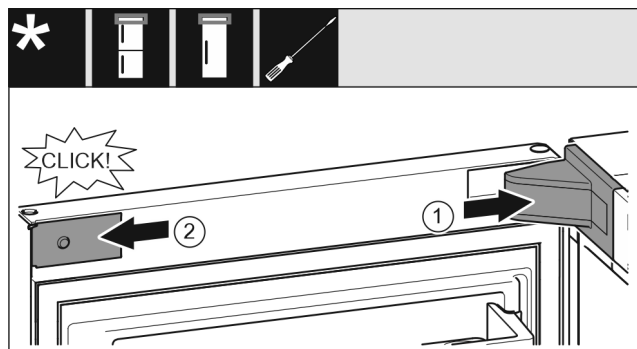

Fig. 24
- ▶ Vendosni kapakun mbulues të bazamentit mbështetës Fig. 24 (1) dhe mbërthejeni në vend, duke i ndarë nga njëri-tjetri nëse nevojitet.
- ▶ Vendosni panelin mbulues Fig. 24 (2) anash dhe mbërthejeni në vend.